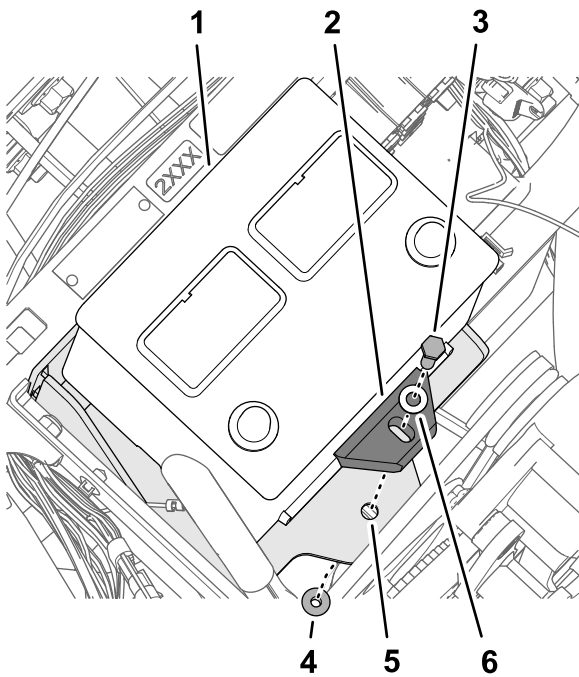

Figura 175
5. Prenda a bateria no suporte da bateria com o parafuso (5/16 x 1-3/4 pol.), anilha (5/16 pol.), retentor da bateria e porca de bloqueio flangeada (5/16 pol.) como se mostra na **Figura 175**.